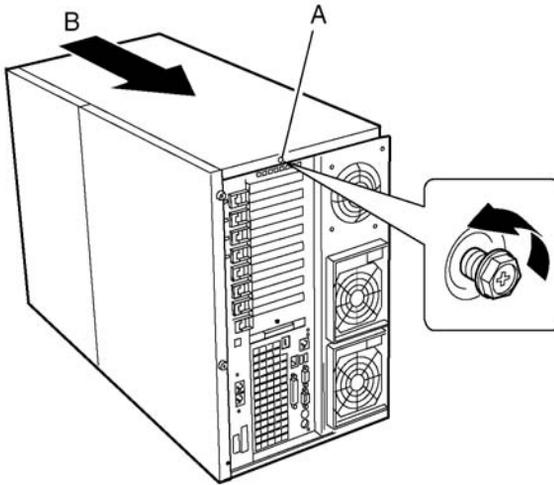

Abbildung 61 - Entfernen der linken Platte
- 1 Lockern Sie die Schraube (Abbildung 61, A) an der hinteren Kante der linken Platte.
- 2 Schieben Sie die Platte zur hinteren Seite des Chassis (Abbildung 61, B) und heben Sie sie weg.